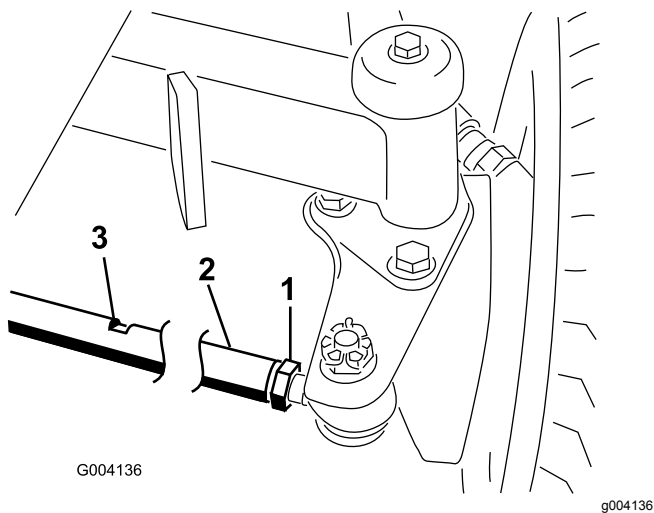

Figura 90
- Desaperte a porca de bloqueio em cada extremidade da barra de direção (Figura 90).